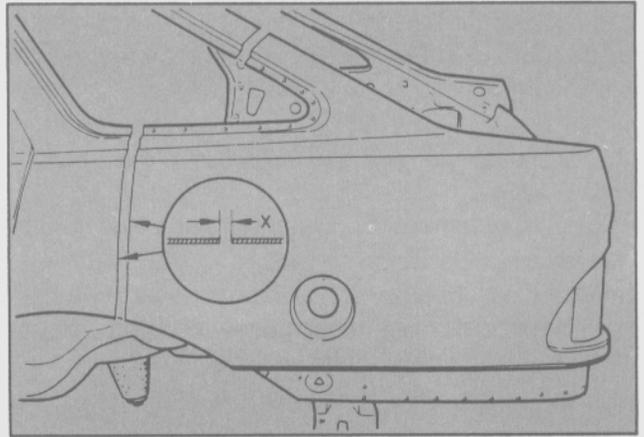

Fig. 13 - Soldadura a tope
- La soldadura a tope no es válida para reparaciones parciales de paneles laterales ya que el pulido de la soldadura reduce considerablemente el espesor del metal (Fig. 13)